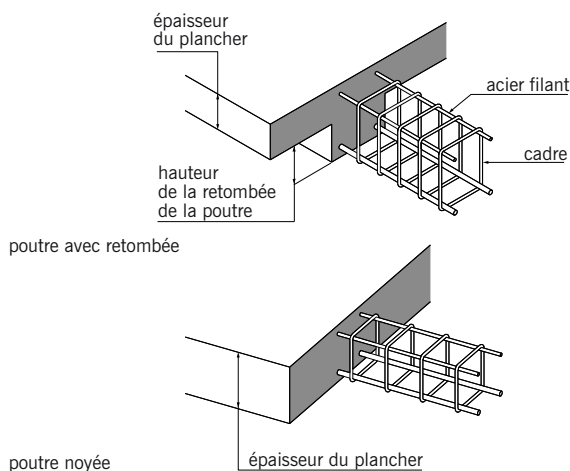

fig. 4.9
■ La **poutre** (fig. 4.9) : pièce horizontale en béton armé de section généralement rectangulaire supportant une partie du plancher (dans le cas d'un plancher préfabriqué, ce sont les poutrelles qui prennent appui sur la poutre). La poutre repose à ses extrémités sur des poteaux ou des murs. La poutre principale d'une structure porteuse est parfois appelée **poutre maîtresse**.